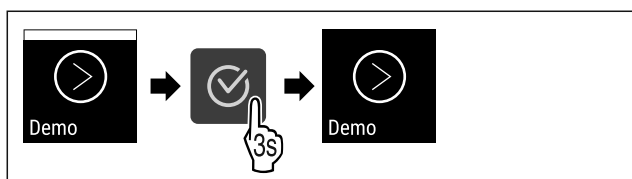

Fig. 117
- ▶ Suivre les étapes (voir Fig. 117) .